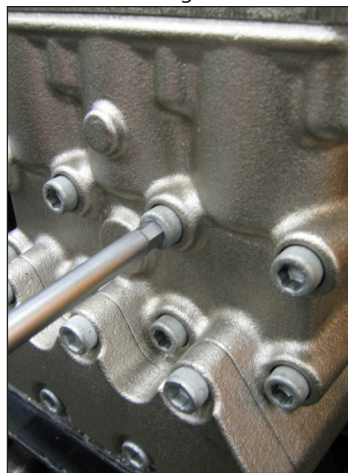

Fig. 20
- A) Desatornillar los tornillos de fijación del cabezal M12x150 tal y como se indica en la Fig. 20.